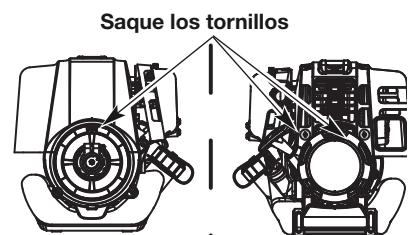

Fig. 27
1. Utilizando un destornillador de cabeza plana o Torx T-25, quite los dos (2) tornillos en la parte posterior de la cubierta del motor y el que se encuentra en la parte delantera de la cubierta del motor (Fig. 27).